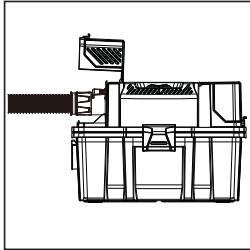

FIG. 7
- Introduceți unul din capetele furtunului în această fantă. (Fig. 7)